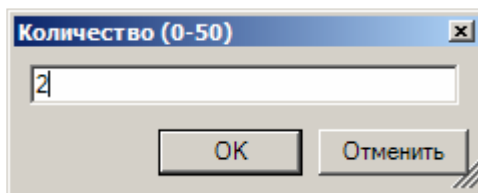

Рис. 11. Диалоговое окно «Количество (0-50)»
- Сделайте дубликаты расходомеров, так чтобы получить нужное количество расходомеров по каждому типу. Например, в конфигурации потребуется два расходомера для товарной нефти, три для мазута и один для бензина. Для дублирования нажмите правой кнопкой мыши на расходомер и в появившемся контекстном меню выберите «Дублировать». Откроется диалоговое окно «Количество (0-50)» изображенное на рис. 11.